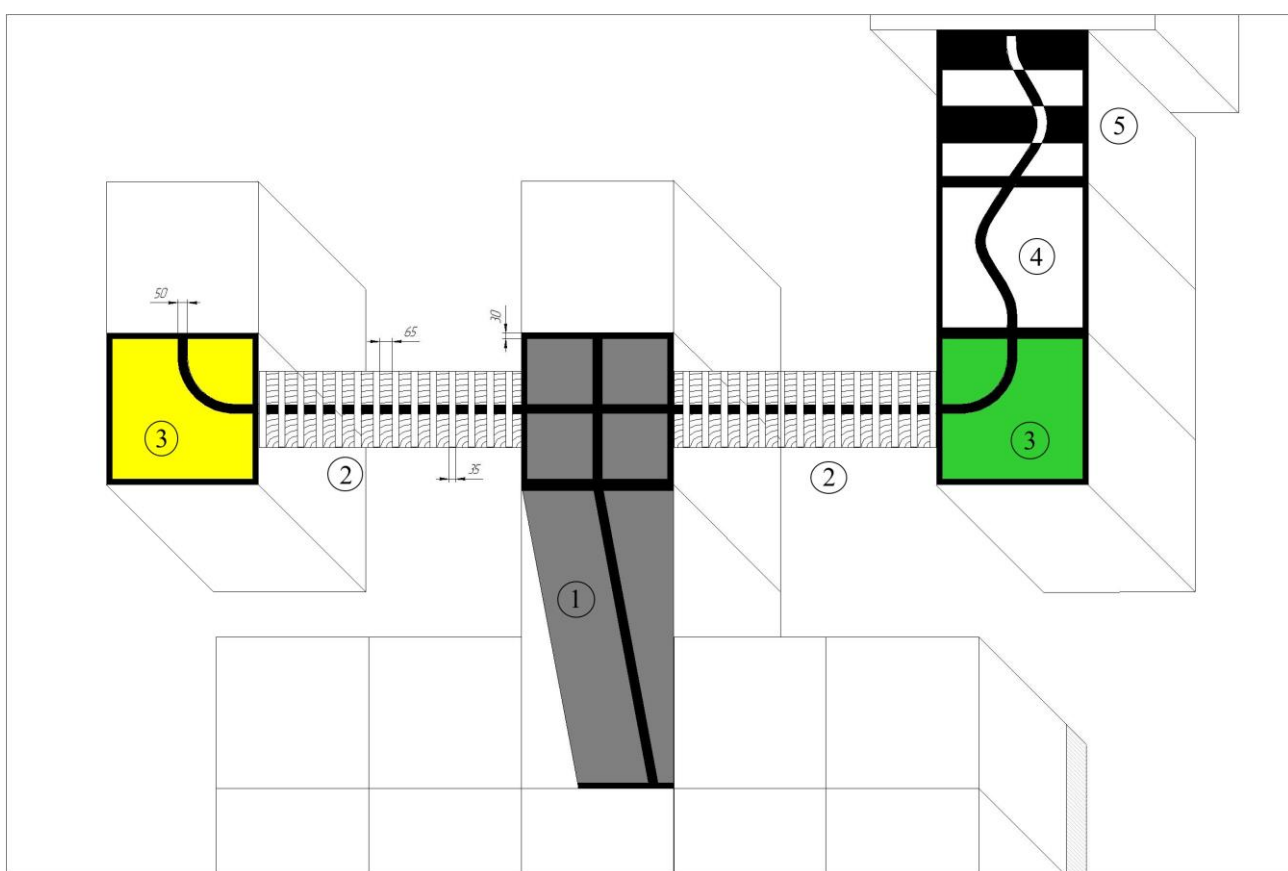

Рисунок 1 «Разметка на поле – конфигурация для Робофеста 2016 и ЦНИИ РТК 2016»
3.1. На поле за пределами лабиринта нанесена разметка для автономного движения по линии (линия толщиной 50 мм, перекрестки толщиной 30 мм), рисунок 1: